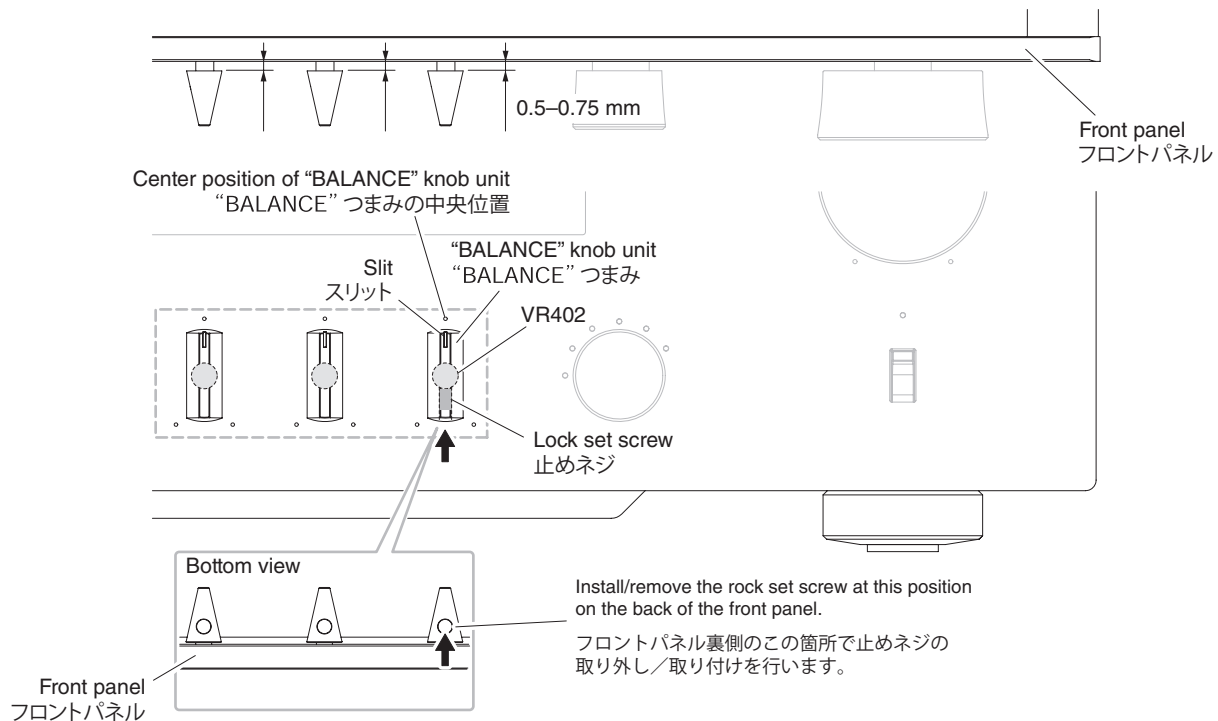

Fig. 5
- Turn the BALANCE (VR402) in both directions and set it to the center position. (Fig. 5)
- Match the slit in the BALANCE knob unit with the center position of BALANCE and install it in that state. (Fig. 5)
- Keep about 0.5 mm to 0.75 mm clearance from the front panel to BALANCE knob unit. (Fig. 5)
- Tighten the lock set screw of the BALANCE knob unit. (Fig. 5)
- BALANCE (VR402) を左右に回し、中央の位置に合わせます。(Fig. 5)
- BALANCE つまみのスリットを BALANCE 中央の位置に合わせ、取り付けます。(Fig. 5)
- フロントパネルから BALANCE つまみまで 0.5 ~ 0.75mm 程度隙間をあけます。(Fig. 5)
- BALANCE つまみの止めネジを締めます。(Fig. 5)